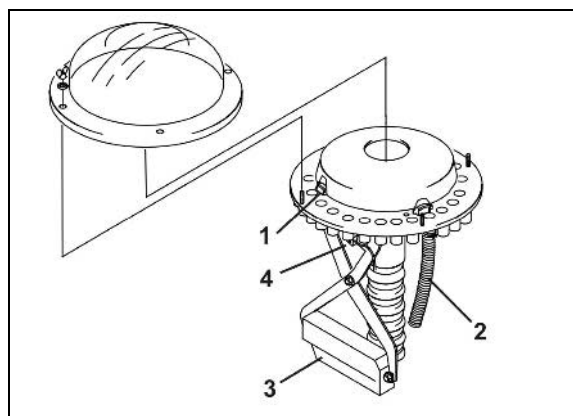

Fig. 47
- sperrt die Fahrgassenschaltung am Verteilerkopf über Schieber (Fig. 47/1) die Saatgut-Zuteilung zu den Saatgutleitungen (Fig. 47/2) der Fahrgassenschare
Die Saatgutzufuhr zu den Fahrgassenscharen wird unterbrochen, sobald der Elektromotor (Fig. 47/3) die entsprechenden Saatleitungsrohre (Fig. 47/2) im Verteilerkopf verschließt.
Ein Sensor (Fig. 47/4) prüft, ob die Schieber (Fig. 47/1), die die Saatleitungsrohre (Fig. 47/2) öffnen und schließen, ordnungsgemäß arbeiten.